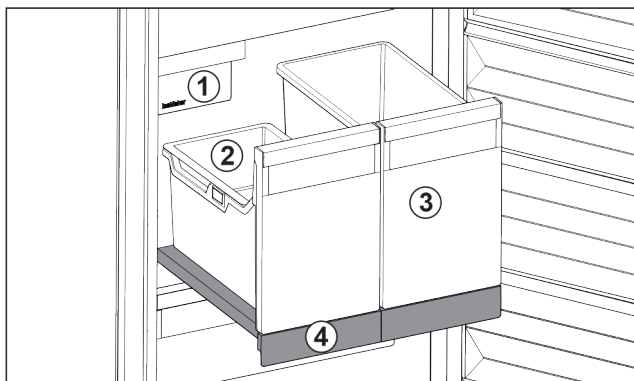

Fig. 24 Compartiment coulissant avec IceTower
- (1)** IceMaker
- (2)** Balconnet pour glaçons
- (3)** Bac pour pizzas, boissons alcoolisées, etc.
- (4)** Compartiment coulissant
Le compartiment coulissant comprend deux bacs hauts (IceTower). Le bac Fig. 24 (2) permet de recueillir et de stocker les glaçons de l'IceMaker. Les bacs Fig. 24 (3) sont conçus pour stocker des aliments hauts comme les pizzas et boissons alcoolisées.